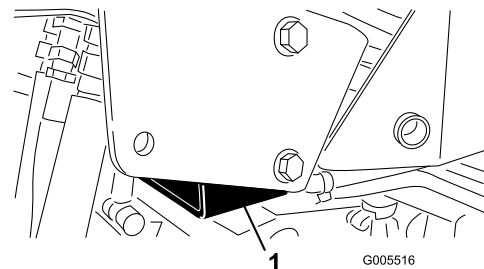

Figura 34
- A destra: sotto la staffa di supporto del ROPS (Sistema di protezione antiribaltamento roll-bar) (Figura 34)